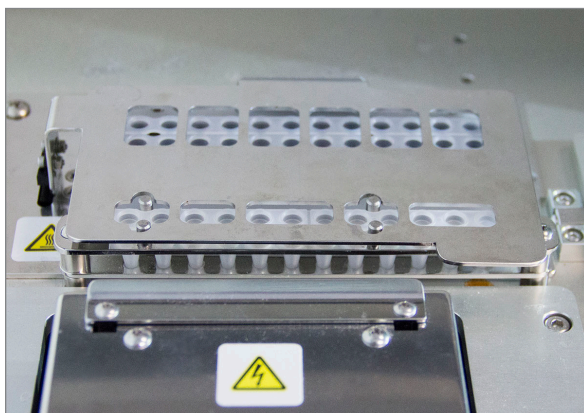

FIGURA 5.23: coperchio chiuso sulle provette
- a. Chiudere bene il coperchio abbassandolo sulle provette (**FIGURA 5.23**).